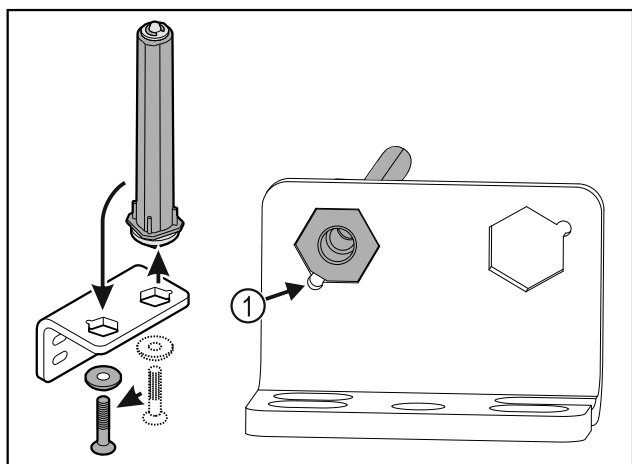

Fig. 33
- Pobrinite se za to da je prilikom umetanja zakošenje na svornjaku Fig. 33 (1) usmjereno prema okrugloj rupi.